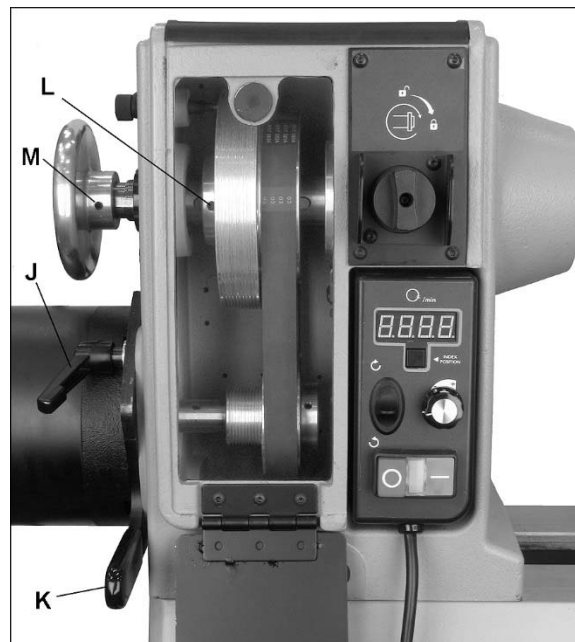

Figure 8-9 : alignement poulie/courroie
3. Desserrer la poignée de verrouillage pivotante (J, Figure 8-9) et soulever le poignée de serrage (K, Figure 8-9) pour relever le moteur. Serrer la poignée de verrouillage pivotante (J, Figure 8-9) pour maintenir le moteur en position relevée.
5. Desserrer la poignée de verrouillage pivotante (J, Figure 8-9) et abaisser le moteur sur la courroie de tension. S'assurer que les rainures Poly-V de la courroie s'adaptent correctement dans la rainure correspondante de la poulie. Ne pas trop tendre la courroie; une pression légère sur la poignée de serrage (K, Figure 8-9) est suffisante pour éviter son glissement.
6. Serrer la poignée de verrouillage pivotante (J, Figure 8-9).
Les moteurs et les poulies de la broche sont alignés par le fabricant, mais si un entretien est effectué et affecte leur alignement, il est très important de les réaligner. Pour les réaligner, desserrer les deux vis de calage sur la poulie de la broche (L, Figure 8-9) avec une clé hexagonale et glisser la poulie de la broche dans la bonne position. Resserrer les vis de calage.
2. Desserrer la poignée de verrouillage (J, Figure 8-9) et soulever le poignée (K) pour relever le moteur.
3. Serrer la poignée de verrouillage (J) pour maintenir le moteur en position relevée. Glisser la courroie hors des poulies.
4. Desserrer deux vis de calage sur le volant (M, Figure 8-9) avec une clé hexagonale, et tirer le volant hors de la broche de la poupée fixe.
9. Pour le remplacement de la poulie de la broche, desserrer les deux vis de calage (L, Figure 8-9) et glisser la poulie hors de la broche. Installer une nouvelle poulie de broche, en serrant légèrement les deux vis de calage. S'assurer que la poulie est orientée correctement.
12. Réinstaller le volant et serrer les vis de calage (M, Figure 8-9).
14. Aligner la nouvelle poulie (voir section 8.11) puis visser fermement deux vis de calage (L, Figure 8-9) sur la poulie.
15. Desserrer la poignée de verrouillage (J) et laisser descendre le moteur. Ne pas trop tendre la courroie; une pression légère sur la poignée de serrage (K) est suffisante pour éviter son glissement.
16. Resserrer la poignée de verrouillage (J).